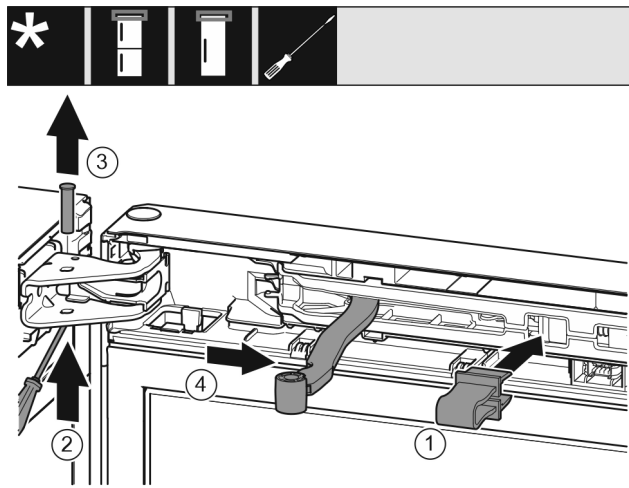

Fig. 10
- Зафиксируйте предохранитель Fig. 10 (1) в отверстии.
- Выкрутите палец Fig. 10 (2).
- Извлеките палец Fig. 10 (3) движением вверх.
- Поверните шарнир Fig. 10 (4) в направлении двери.